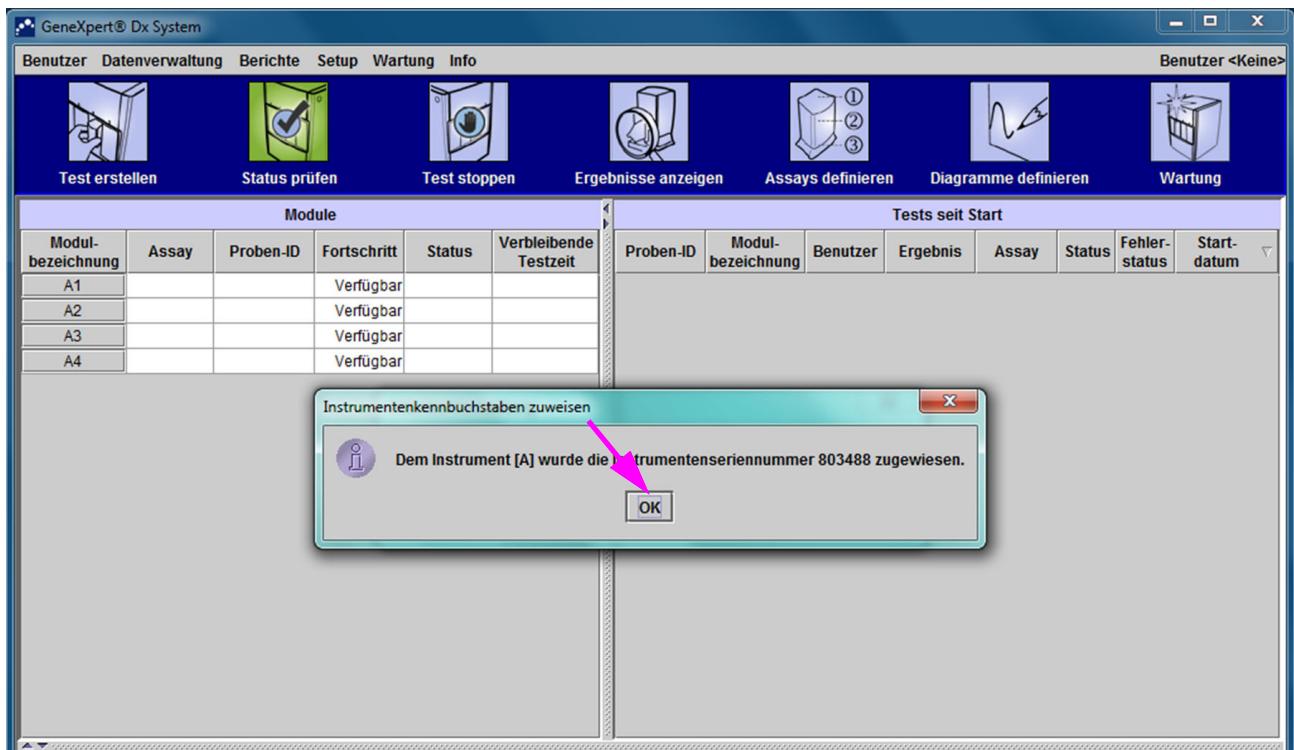

Abbildung 2-51. GeneXpert Dx System-Fenster
Beim ersten Start der Software nach der Installation wird das Bestätigungsdialegfeld „Instrumentenkennbuchstaben zuweisen“ angezeigt (vgl. Abbildung 2-51).
- Klicken Sie in der Windows-Taskleiste auf das **Start**-Symbol und wählen Sie **All Programs > Cepheid > GeneXpert Dx (Alle Programme > Cepheid > GeneXpert Dx)**. Das GeneXpert Dx System-Fenster wird angezeigt. Siehe Abbildung 2-51.